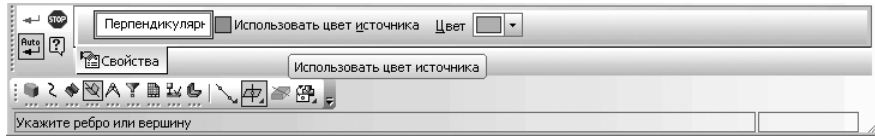

Рис. 8.12. Панель свойств: Плоскость через вершину перпендикулярно ребру, Компактная панель и строка сообщений
- переместите указатель мыши с нажатой левой кнопкой мыши на кнопку **Плоскость через вершину перпендикулярно ребру** и отпустите кнопку мыши. Появится соответствующая **Панель свойств: Плоскость через вершину перпендикулярно ребру**, показанная на рис. 8.12.